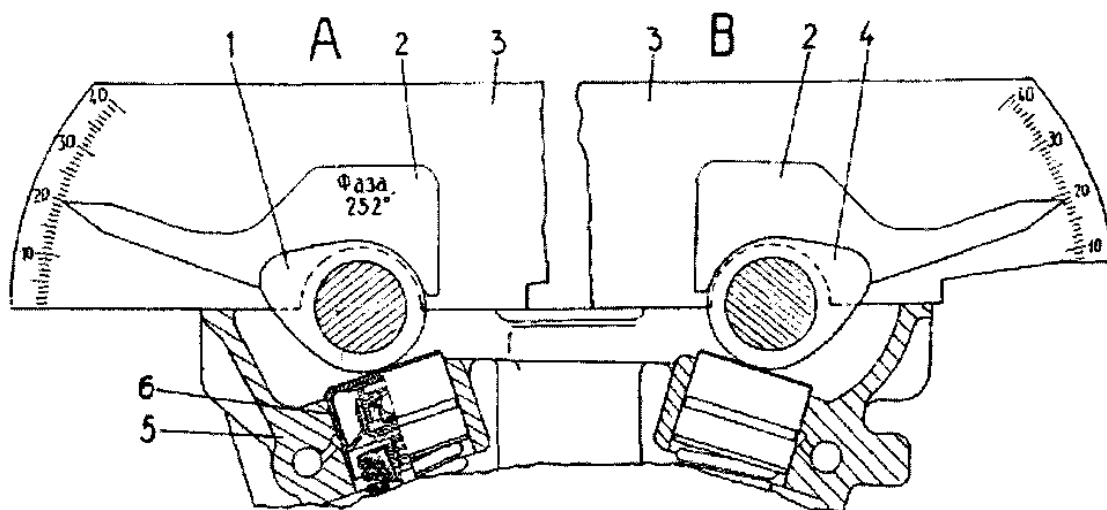

Рисунок 6 – Проверка углового положения распределительных валов:
7. Установить транспортер 3 (Рисунок 6) за первым кулачком распределительного вала впускных клапанов - вид «А», расположив его между кулачком и крышкой опоры распределительного вала. Прижимая транспортер 3 к верхней плоскости головки цилиндров 5, приложить и плотно прижать шаблон 2 к поверхности первого кулачка. При этом стрелка шаблона должна располагаться на метке транспортера $20^{\circ}30' \pm 2^{\circ}40'$.